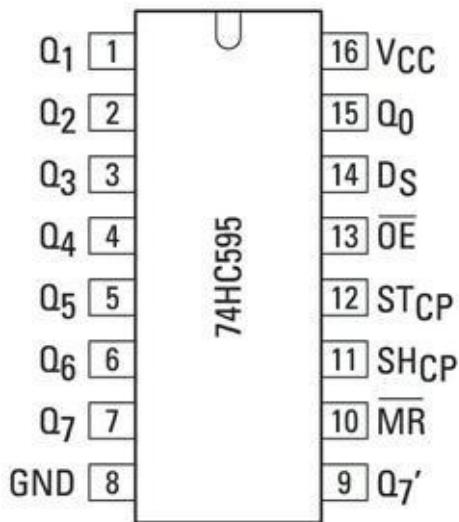

FIGURE 14-7 Brochage du 74HC595.
La Figure 14-7 montre le schéma de brochage du circuit 74HC595. Le nom des broches est expliqué dans le Tableau 14-1. Dans le 74HC595, les huit broches de sortie correspondent aux huit bits d'un octet. Un bit à la fois est envoyé vers le registre à décalage. Quand la broche d'horloge (SH_CP) passe à l'état HIGH, les valeurs de tous les bits se décalent d'un rang en avant, la valeur de la dernière broche « disparaît » et la première broche prend sa valeur depuis l'entrée de données série (DS). Les bits restent tous stockés dans le registre jusqu'à ce que la broche de déverrouillage latch (ST_CP) passe à l'état HIGH, ce qui provoque l'envoi des huit valeurs sur les huits sorties en même temps.